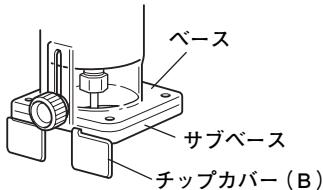

図 11
(1) ベースとサブベースの間にチップカバー (B) をさし込みます。(図 11)